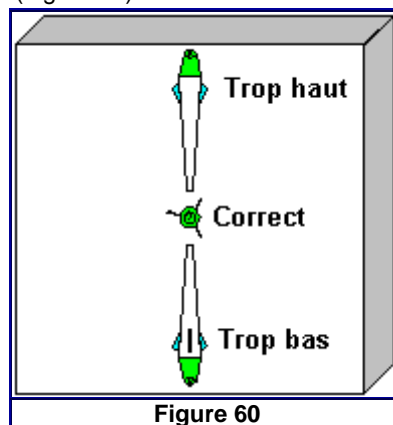

Figure 60
- Le tir étant effectué, il suffit d'**interpréter la position d'impact** en cible par rapport à l'encoche : si l'**encoche est vers le haut**, le **détalonnage est trop haut**. Si l'**encoche est vers le bas**, le **détalonnage est trop bas**. On considère un bon détalonnage lorsque la flèche tirée à l'horizontale arrive en cible à l'horizontale. (Figure 60)